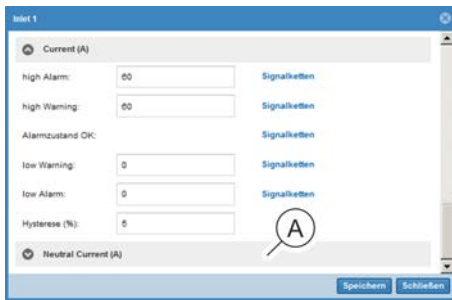

Abb. 173: Fenster "Inlet <Nr.>" (hier bei einer dreiphasigen PDU)
- 8. ➔ Nur gültig für dreiphasige PDUs: Schritte 4 – 7 für den Bereich „Neutral Current (A)“ (Abb. 173/Ⓐ) wiederholen.